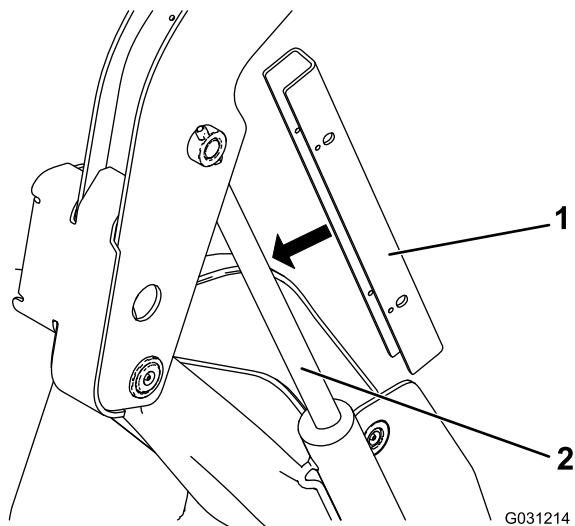

Figure 38
- Glissez les dispositifs de blocage de vérin sur la tige du vérin (Figure 38).